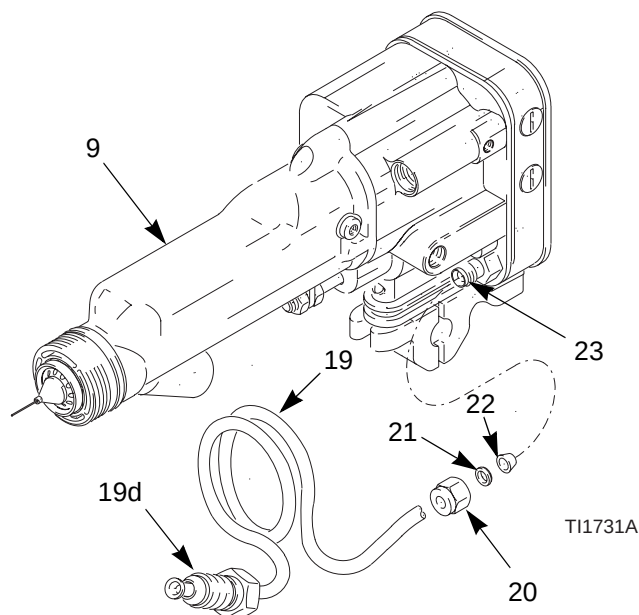

Fig. 10. Kit de conversion HC
1. Couper l'arrivée d'air à la turbine (TA).
4. Enlever le circlip (1), le chapeau d'air (3) et le capotage (2).
5. Voir le plan éclaté du modèle 244589, page 45. Desserrer les deux écrous (20) et démonter le tuyau à produit (19) ainsi que les bagues (21, 22). Démonter les autres pièces (14, 15, 16, 17, 18) à l'entrée du canon.
6. Mettre les spires du tuyau hc (19) sur le canon du pistolet (9).
7. Veiller à ce que le filetage du canon soit propre et sec. Enduire le raccord (19d) et les joints toriques de graisse diélectrique réf. Graco 116553. Visser le raccord sur l'entrée du canon. Voir Fig. 10.
8. Enfiler l'écrou (20) et les bagues (21, 22) sur le tuyau spiralé (19). Introduire l'extrémité du tuyau dans le raccord (23). Veiller à ce que les bagues soient bien en place sur le raccord. Serrer l'écrou (20).